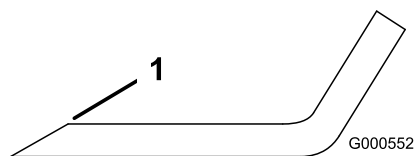

Figura 96
1. Utilice una lima para afilar el filo de corte en ambos extremos de la cuchilla (Figura 96).
Nota: Si la cuchilla no está equilibrada, rebaje algo el metal en la parte de la vela solamente con una lima (Figura 96).